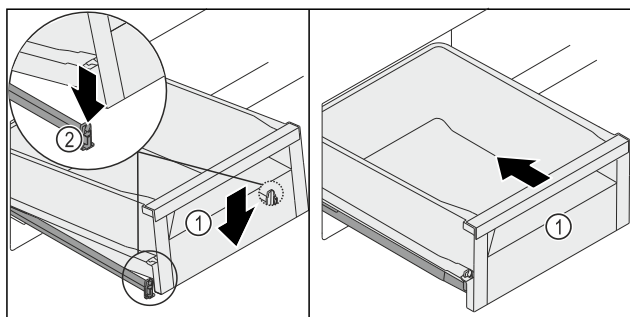

Fig. 124
- Schuifvak Fig. 124 (1) aan de voorkant neerlaten zodat het schuifvak links en rechts in de klem Fig. 124 (2) glijdt.
- Schuifvak Fig. 124 (1) klikt hoorbaar vast.
- Schuifvak Fig. 124 (1) inschuiven.